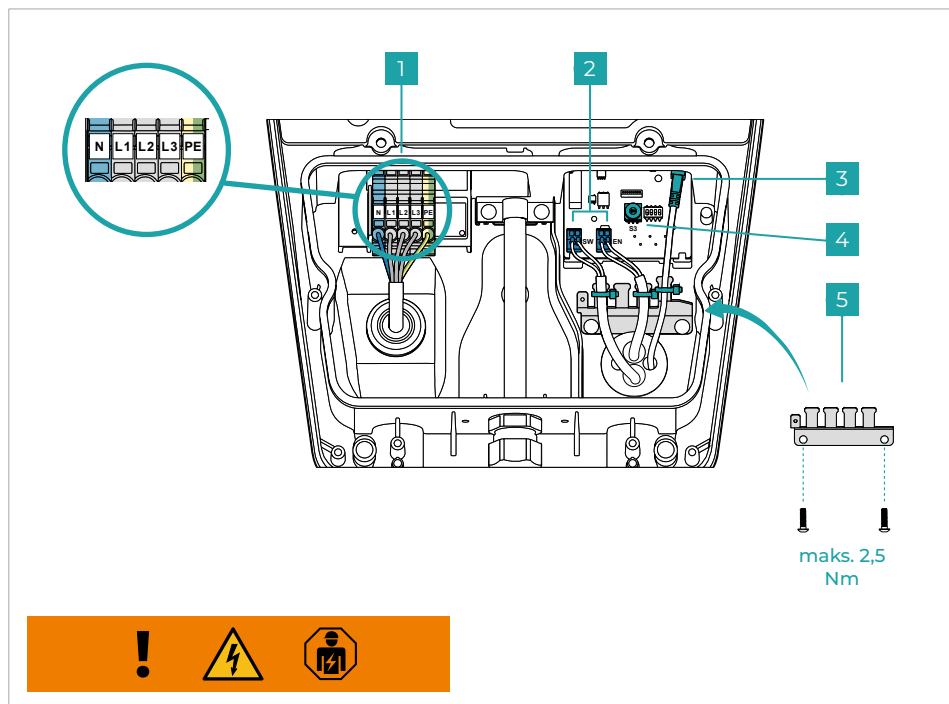
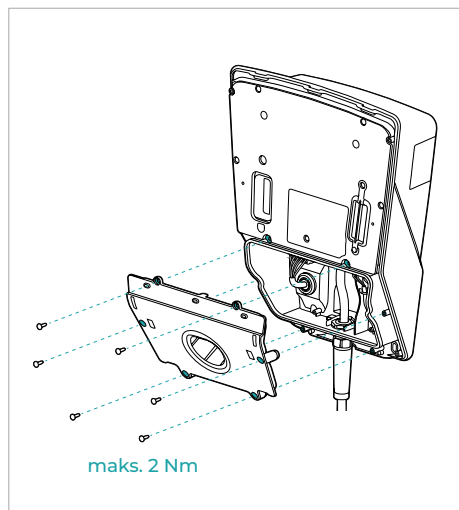

Fig. 6
Fig. 7
Der kan også tilsluttes en ekstern spærreanordning (f.eks. en nøgleafbryder) til det interne interface (fig. 6 - nr. 2 - EN interface).
- Forbered strømkablet (Ø 10 - 20 mm/maks. 5*6 mm²), og forbind dette som vist på **fig. 6 - nr. 1**. Strømtilslutningen vises på billedet med 3 faser. Brug N, L1 og PE for at tilslutte opladningssystemet til strømmen via en fase.
- Konfigurer den maksimale lade strøm på 6 A til 16 A ved hjælp af drejefafbryderen S3, som vist på **fig. 6 - nr. 4**.
- Valgmulighed: Klargør dataledningerne (digital-in (EN)/out (SW) og LAN), og forbind dem som vist på **fig. 6 - nr. 2 og 3**. Fjern kabelbroen, før en ekstern spærreanordning kan forbindes via Digital-IN.
Monter trækafastningen som vist på **fig. 6 - nr. 5**, og fastgør dataledningerne med kabelbindere. Monter opladningssystemets nederste afdækning som vist på **fig. 7**.